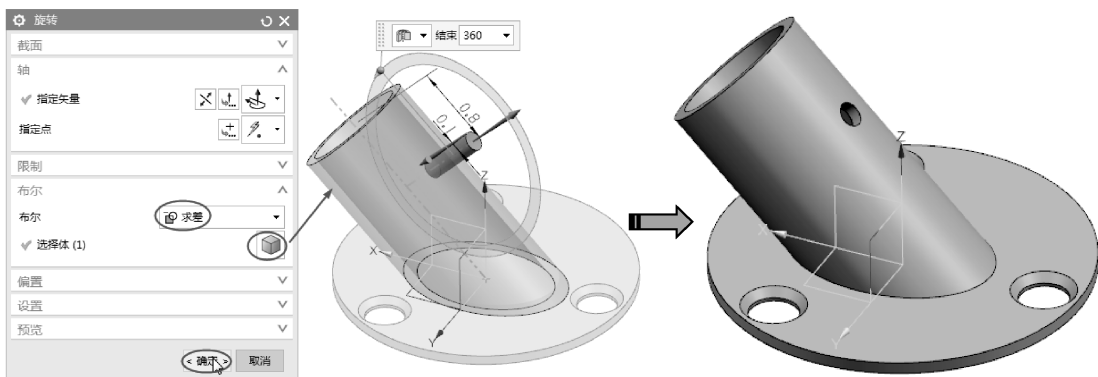

图 3-84 创建小孔
- 05 在【布尔】选项区中选择【求差】运算，然后选择管身作为要求差的体，最后单击【确定】按钮，完成小孔的创建，如图 3-84 所示。